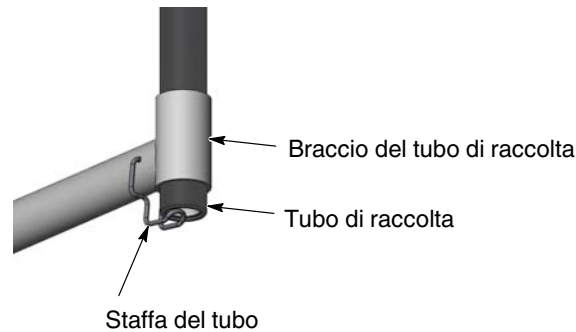

Figura 4-6 Uso della staffa del tubo di raccolta
1. Vedi figura 4-6. Sollevare il tubo di aspirazione e spingere la staffa del tubo in basso sotto l'estremità del tubo di aspirazione per tenerla sul braccio.